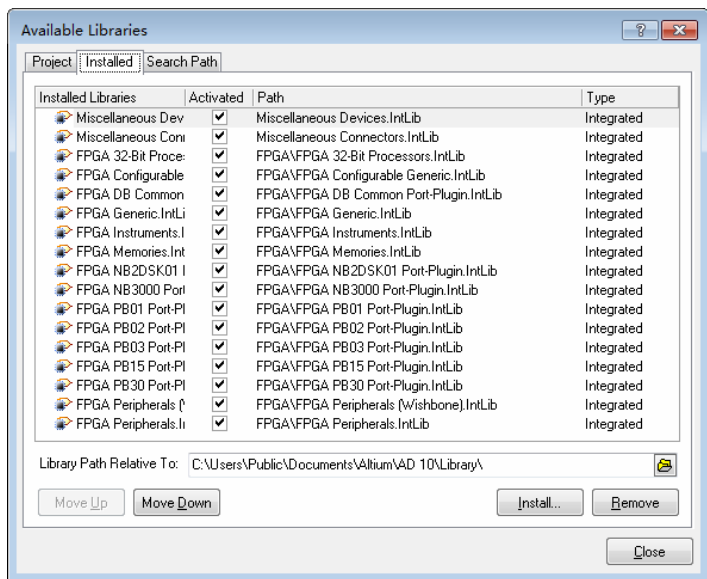

图 4-5 Installed 选项卡
Installed 选项卡是最常用的加载库选项卡, 如图 4-5 所示。该选项卡列出了系统当前加载的库文件, 选中某库文件后面的 Activated 复选框, 则激活该库文件。激活的库文件可被所有的工程使用。
1) 打开 Libraries (库) 面板, 单击 Libraries 按钮, 打开 Available Libraries 对话框, 如图 4-5 所示。